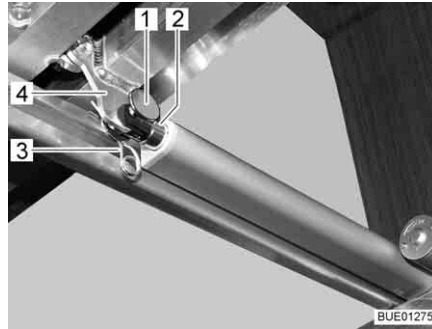

Fig. 114 Accionamiento
- Separar la unión (p. ej. perno y pasador elástico (Fig. 114,1 y 3)) entre la biela (Fig. 114,2) y el somier (Fig. 114,4).